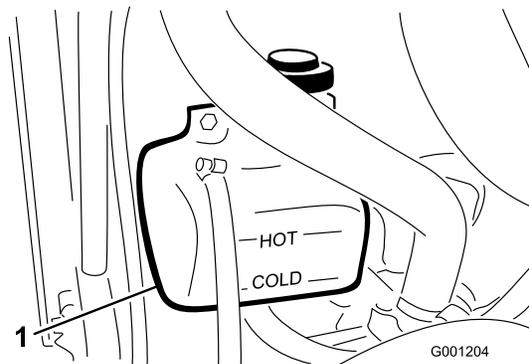

Рисунок 68
1. Проверьте уровень охлаждающей жидкости в расширительном бачке (Рисунок 68).